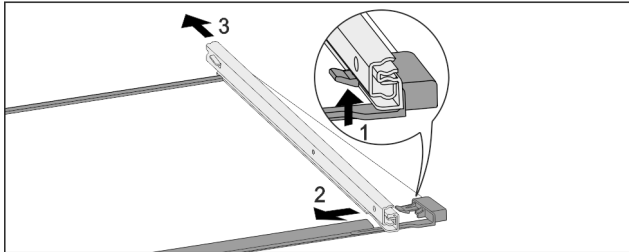

Fig. 107 Skleněná deska s kolejničkami
- ▶ Přední aretační háček zatlačte nahoru. Fig. 107 (1)
- ▶ Výsuvnou kolejničku vysuňte stranou Fig. 107 (2) a dozadu Fig. 107 (3).